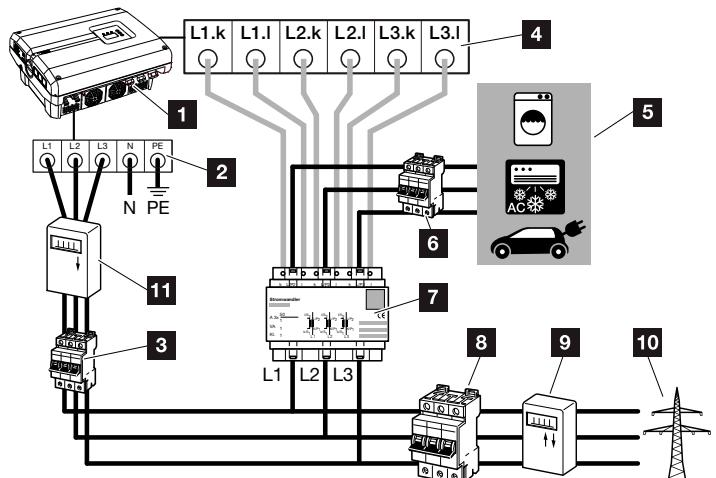
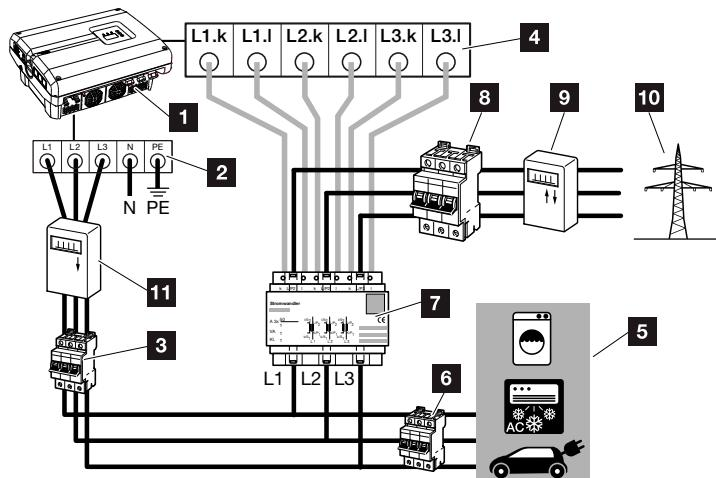

Fig. 70: **Modo 1** Registro dos dados de consumo doméstico
Fig. 71: **Modo 2** Registro da injeção de rede
4. Instale corretamente os cabos do inversor até ao armário de distribuição, de acordo com os respetivos modos.  **Fig. 70, Fig. 71**